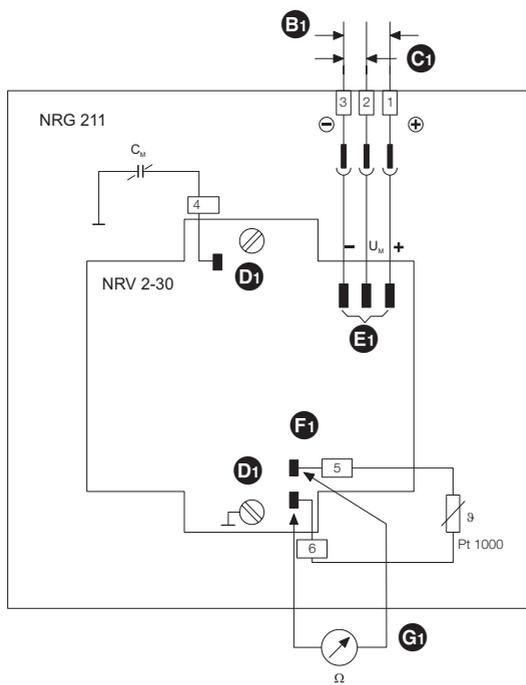

图 5
NRS 2-4 只能连接一个屏蔽层。请按照接线图接线。图 5
5. 根据图 5 在触点式接插件 k 中敷设接线端子。
请检查是否按照接线图连接液位电极 (图 5), 然后接通液位开关 NRS 2-4 的电源电压。
检查液位电极的工作电压和测量电压。可以在液位电极或液位开关处测量电压。图 5
3. 断开温度传感器的连接电缆 31 并连接电阻测量仪 6。图 5
4. 旋出固定螺栓 11 并拆下电子装置模块。图 5